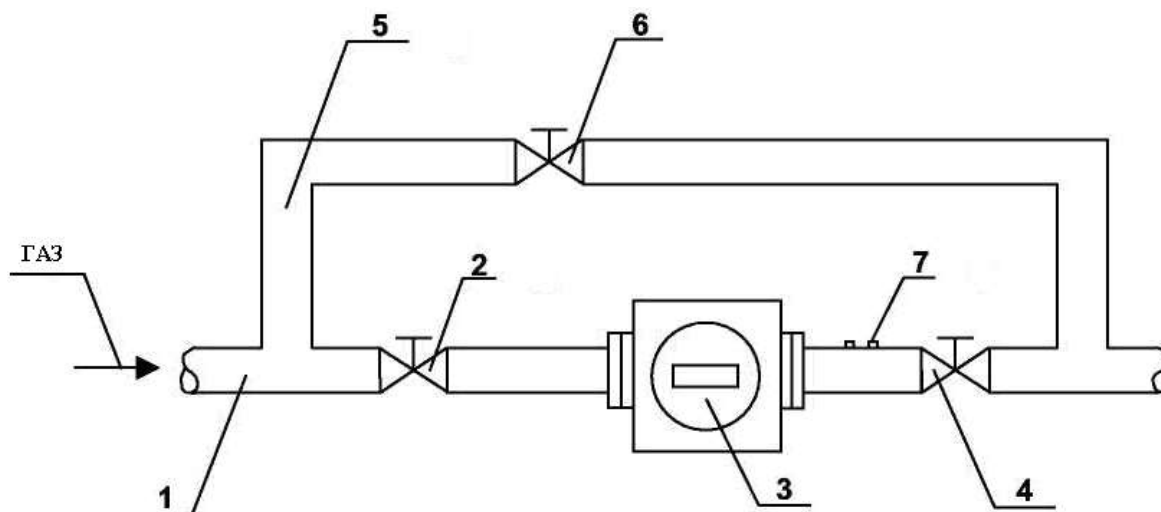

Рисунок 9 Установка счетчика
3.5.3 До начала пуска счетчика все вентили на трубопроводе (рисунок 9) должны быть закрыты.
3.5.5 С помощью вентиля 2 (рисунок 9) очень медленно с учетом требований п. 3.5.3 увеличивайте давление на счетчике.